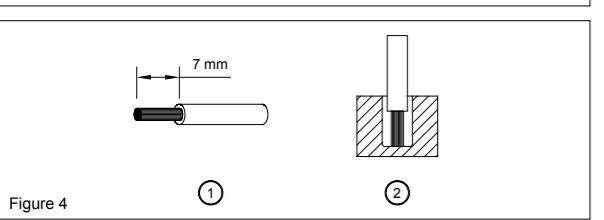

Figure 4
Um sichere und stoßfeste Anschlüsse gewährleisten zu können, sollte die Absollierlänge 7mm betragen (siehe Abb. 4 (1)). Bitte sorgen Sie dafür, dass die Kabel vollständig in die Anschlussklemmen eingeführt werden, siehe Abb. 4 (2).